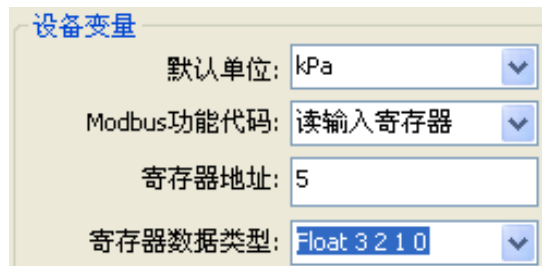

图 5.67 寄存器数据类型选择
1. 选择“详细设计”->“传感器”->“寄存器数据类型”对应的下拉框中，如图 5.67 所示：